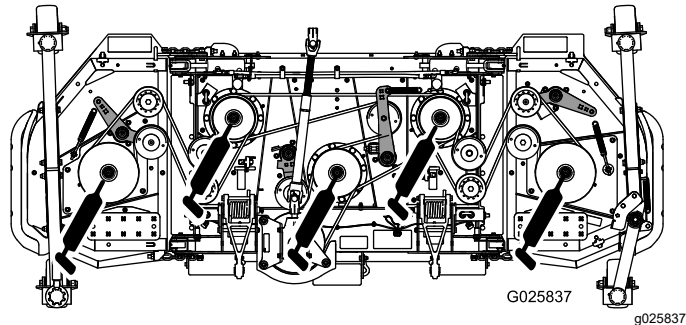

Bild 19
- Spindelwellenlager (5) (Bild 19)